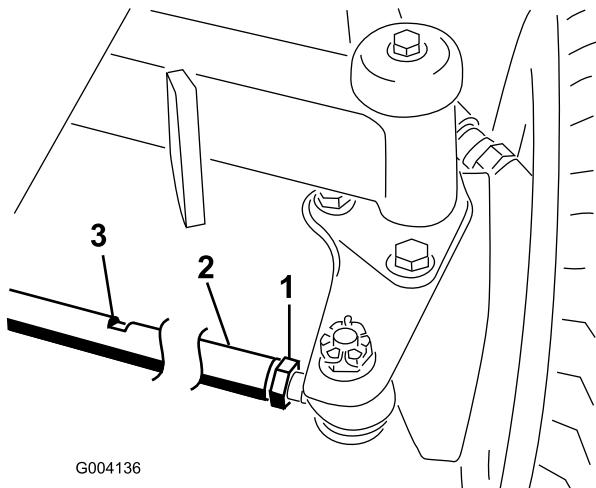

Figura 62
- Allentate il controdado da ciascun lato del tirante (Figura 62).